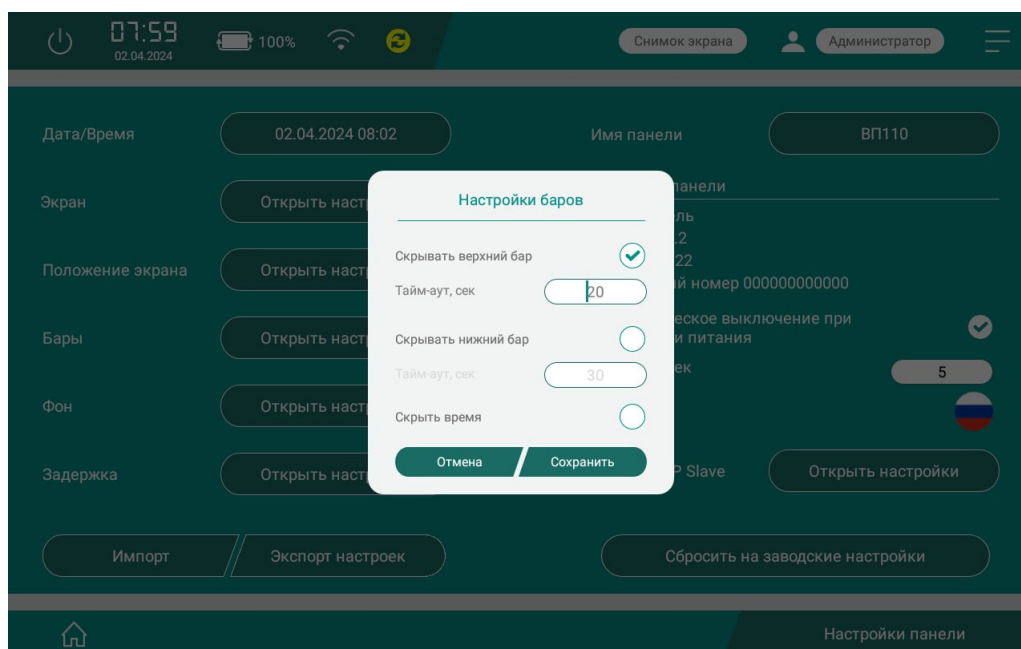

Рисунок 7.10 – Окно настройки баров
- **Дата/Время** – системные дата и время, отображаемые в рабочем режиме на верхней панели (могут быть скрыты в меню **Бары**, см. рисунок 7.10);